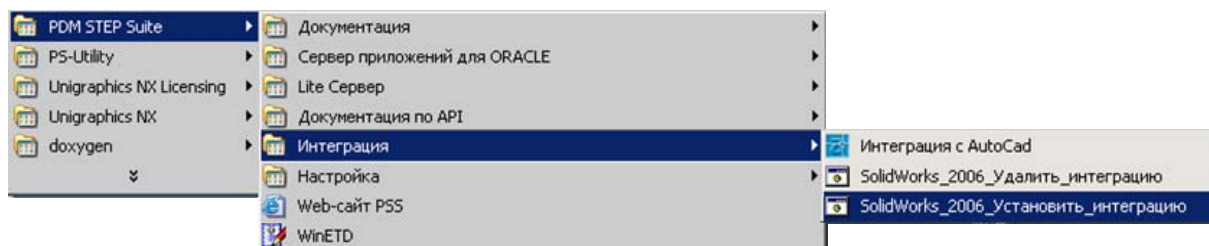

Рис. 1. Установка модуля интеграции.
1. В меню кнопки **Пуск** выберите пункты «Пуск \ Программы \ PDM STEP Suite \ Интеграция \ SolidWorks\_2006\_Установить интеграцию» (Рис. 1).